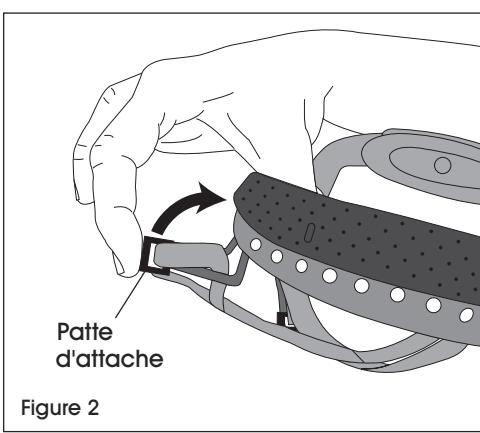

Figure 2
3. Repliez une patte d'attache vers l'extérieur, puis vers le haut. (Voir Figure 2)